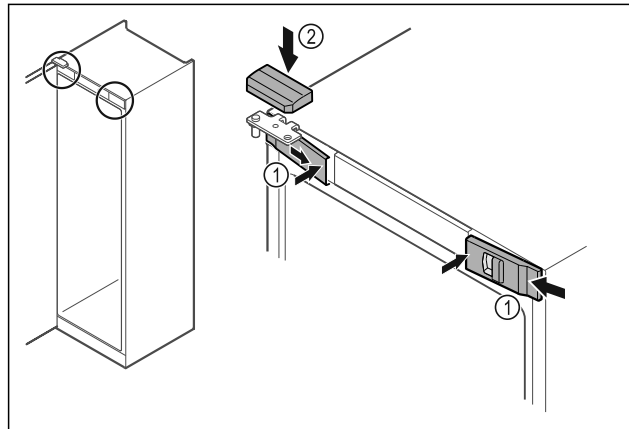

Fig. 52
- ▶ Передні кришки Fig. 52 (1) зачепити збоку та зафіксувати всередині.
- ▶ Зафіксуйте верхню кришку Fig. 52 (2) зверху.